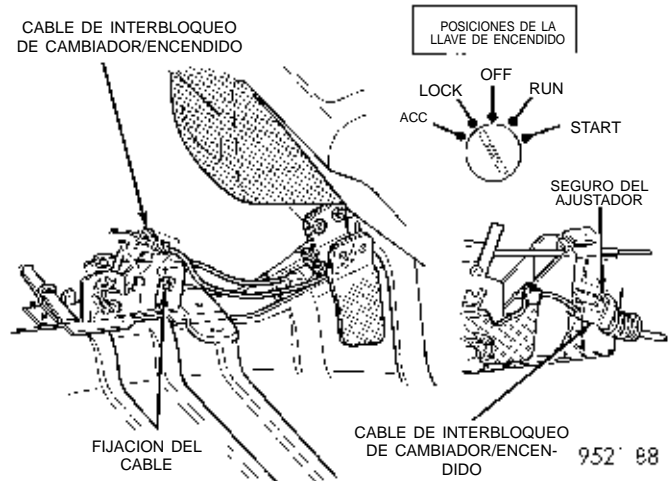

Fig. 22 Cable de interbloqueo de cambiador/encendido
(5) Con un movimiento de palanca hacia arriba, suelte el seguro del ajustador del cable de interbloqueo de cambiador/encendido. Desenganche la conexión del extremo del cable de interbloqueo de cambiador/encendido de la ranura en el mecanismo del cambio de marchas (Fig. 22).
(6) Retire el extremo del núcleo del cable de la leva de plástico del mecanismo del cambiador.
(7) Tire del cable hacia arriba, sacándolo del mecanismo del cambio de marchas.